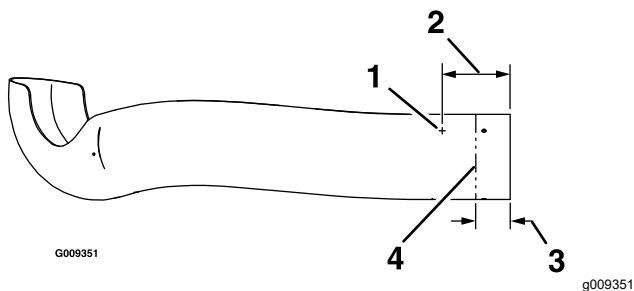

Figure 16
- A. Localisez les 3 trous dans le tube supérieur. Mesurez 16,5 cm (6,5 po) depuis l'extrémité du tube et faites des repères aux 3 emplacements (Figure 16).
- B. Percez 3 trous (4,8 mm ou 3/16 po) comme montré à la Figure 16.
- C. Mesurez en 3 emplacements – à 76 à 89 mm (3 à 3,5 po) de l'extrémité du tube, faites des repères et enroulez du ruban de marouflage autour sur le tube comme guide (Figure 16).